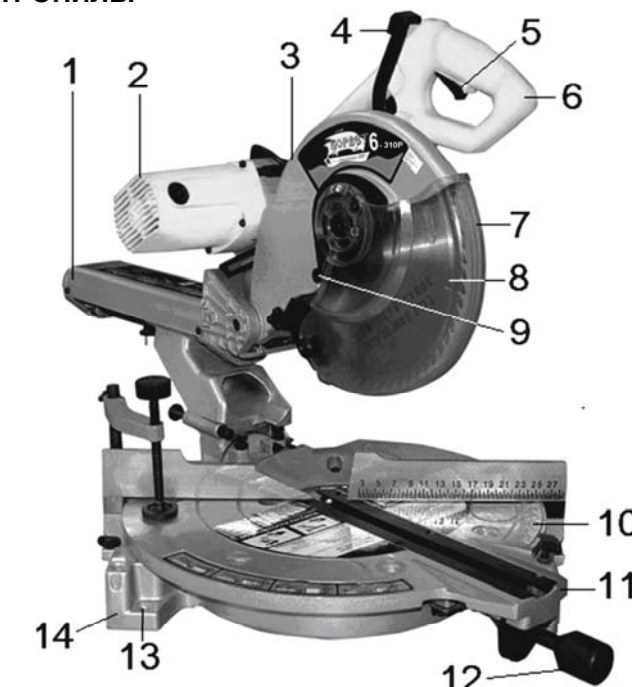
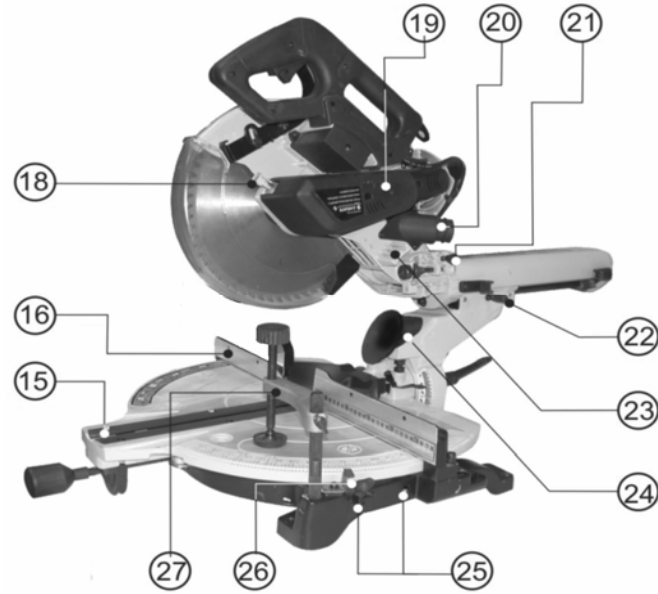
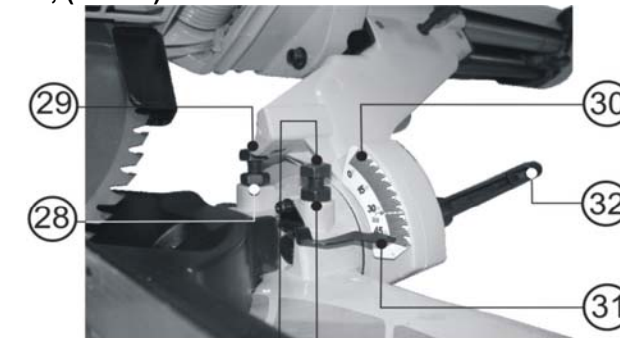
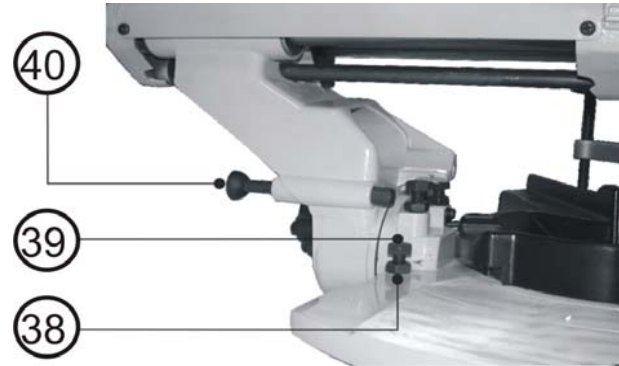

Рис. 2
Рис. 3
Рис. 4
Рис. 6
- Нажмите на рукоятку (6), Рис. 2, перемещения пилы вниз и отведите штифт блокировки пилы в нижнем положении (21), Рис. 3, в крайнее заднее положение.
ВНИМАНИЕ: Штифт блокировки пилы в нижнем положении (21), Рис. 3, применяется только для блокировки пилы при ее транспортировании, а не при пилении.
- 8.2.1. Сожмите металлические выступы зажимного хомута мешка и наденьте его на выходной патрубок (20), Рис. 3.
- 8.3.1. Установите горловину пылесборника в патрубок опоры (24), Рис. 3, ниже режущей головки.
- 8.4.2. Вставьте выдвижную опору в отверстия (25), Рис. 3, станины (14), Рис. 2.
- 8.4.3. Затяните винт фиксации выдвижной опоры (26), Рис. 3.
- 9.1. Необходимо надежно закрепить пилу болтами на верстаке. С этой целью основание пилы имеет четыре отверстия (13), Рис. 2. Это обеспечит устойчивость пилы и безопасность её эксплуатации, предотвратит возможность травматизма.
ВНИМАНИЕ: Перед включением пилы в розетку удостоверьтесь, что выключатель пуска (5), Рис. 2, правильно действует и возвращается в позицию «Выкл.» при его отпуске.
10.3. Рычаг блокировки защитного кожуха, (Рис. 2) .
11.1. Установка ограничительного упора наклона на 90° и на 45°, (Рис. 4)
11.1.1. Для установки ограничительного упора наклона на 90° переместите каретку режущей головки (1), Рис. 2, в крайнее заднее положение и затяните ручку фиксации перемещения каретки (22), Рис. 3. Установите на рабочий стол угольник. Ослабьте фиксирующую гайку (34) и заверните болт (33), Рис. 4, на два оборота по часовой стрелке. Ослабьте ручку фиксации угла наклона (32), Рис. 4., и переместите режущую головку под углом 90° к столу, добившись прилегания всей плоскости диска к угольнику. Затяните ручку фиксации угла наклона (32), Рис. 4. Выверните болт (33), Рис. 4, против часовой стрелки до его соприкосновения с ограничительным упором наклона. Затяните фиксирующую гайку (34), Рис. 4.
Ослабьте ручку фиксации угла наклона (32), Рис. 4. и переместите режущую головку до ограничительного упора наклона влево, а затем до ограничительного упора наклона вправо. Затяните ручку фиксации угла наклона (32), Рис. 4. Еще раз проверьте правильность регулировки угольником (при необходимости повторите регулировку). Установите указатель угла наклона (31), Рис. 4, на "0" шкалы наклона (30), Рис. 4, винтом фиксации указателя. 11.1.2. Установку ограничительного упора наклона на 45° проводите после его установки на 90°. Для установки ограничительного упора наклона на 45° переместите каретку режущей головки (1), Рис. 2, в крайнее заднее положение и затяните ручку фиксации перемещения каретки (22), Рис. 3. Ослабьте ручку фиксации угла наклона (32), Рис. 4, и переместите режущую головку влево до соприкосновения ограничительного упора наклона с болтом (29), Рис. 4. Ослабьте контргайку (28) и болтом (29) подрегулируйте угол 45°. Регулируйте до совмещения указателя угла наклона (31) и отметки 45° на шкале наклона (30), Рис. 4. Затяните контргайку (28), Рис. 4.
12.1.1. Для жесткого удержания заготовки всегда пользуйтесь вертикальной струбциной (27), Рис. 3. Для вертикальной струбцины имеются шесть отверстий в станине. Вертикальная струбцина (27), Рис. 3, устанавливается в отверстия станины (14), Рис. 2. Вставьте стержень вертикальной струбцины в отверстие станины на задней стороне фронтального упора. Установите вертикальную струбцину в соответствии с размером и формой заготовки и зафиксируйте ее с помощью зажимного винта.
13.2.1. С помощью этой пилы можно пилить с левым наклоном под углом от -3° до 50° (по показаниям шкалы). Снимите горловину пылеотсоса. Отпустите ручку фиксации угла наклона (32), Рис. 4, и установите заданный угол наклона. Для его сохранения снова затяните ручку фиксации угла наклона. Зажмите заготовку вертикальной струбциной (27), Рис. 3. Зафиксируйте каретку режущей головки (1), Рис. 2, в крайнем заднем положении ручкой фиксации перемещения каретки (22), Рис. 3. Включите пилу, после чего нажмите рычаг блокировки защитного кожуха диска, чтобы опустить режущую головку вниз.
Примечание: Для пиления плитуса пила снабжена специальным устройством наклонного пиления под углом $33,9^\circ$. Если необходим этот угол, отпустите ручку фиксации угла наклона (32), Рис. 4, и установите блокировочную шпильку (40), Рис. 6, на регулировочный болт (39), Рис. 6, с контргайкой (38), Рис. 6. Затяните ручку фиксации угла наклона (32), Рис. 4.